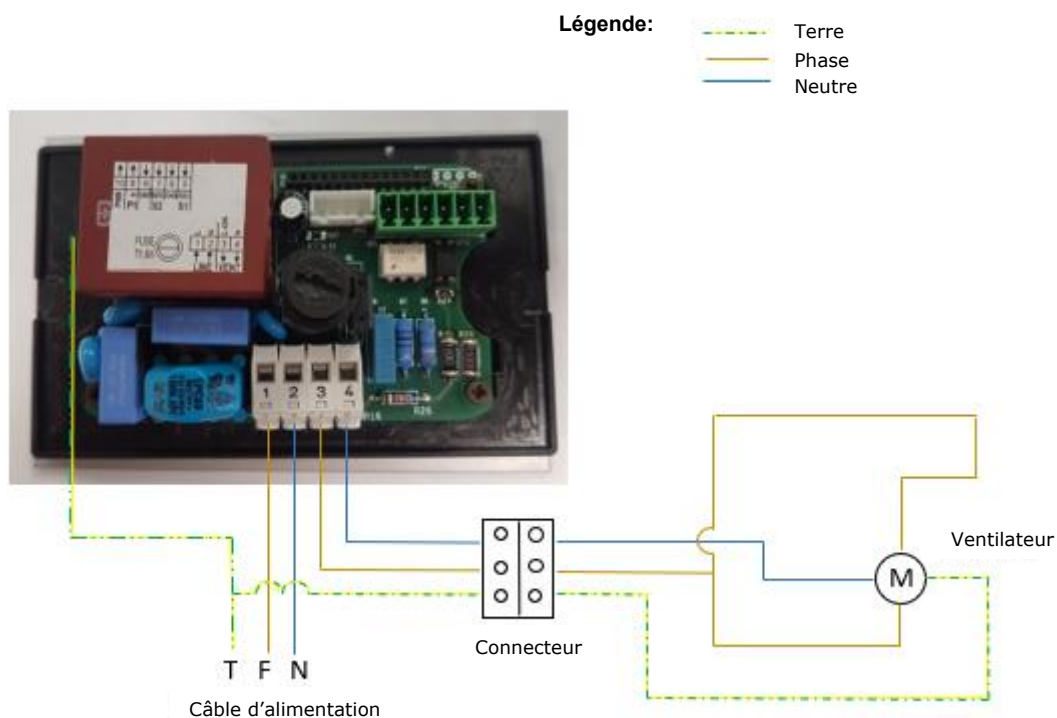

Figure 54 - Schéma électrique pour la ventilation tangentielle
c. Enfin, vous devez placer le micro-interrupteur et le bouton On-Off à sa place, comme le montre la Figure 54, vous devez d'abord casser les micro-joints de la plaque qui se trouve dans l'équipement, dans le coin inférieur droit pour fixer les composants.